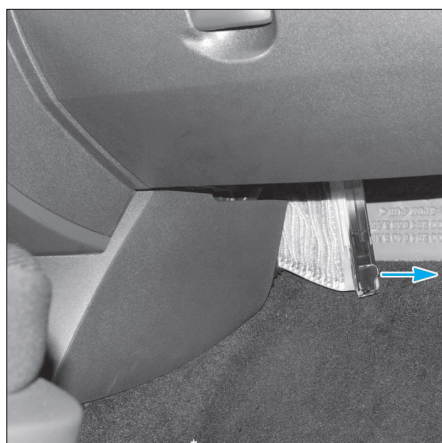

FIG. 4
• Déclipser la languette du filtre (Fig.4). Tirer le filtre tout en le tournant vers le haut pour le dégager du bloc de ventilation